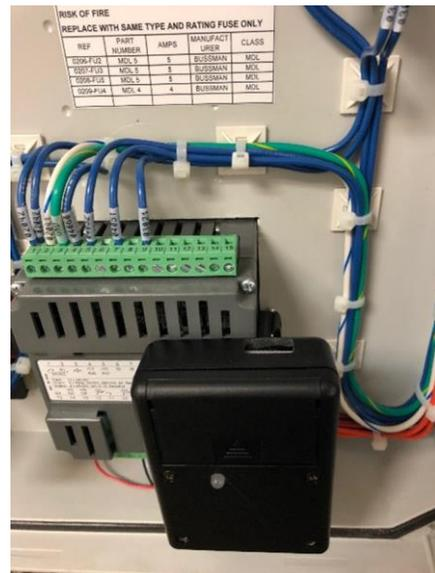

Figura 5-2: Ubicación de tarjeta microSD en el dispositivo de almacenamiento principal
2. Retire la tarjeta microSD del dispositivo de almacenamiento principal simplemente presionando hacia adentro la tarjeta microSD y liberándola. **Vea la Figura 5-2.**